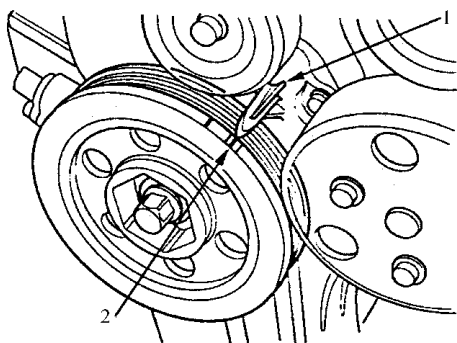

图 9-30 对正点火正时指针
- 5) 如图 9-30 所示，将正时灯对准传动链壳体上的指针。在无负载情况下检查点火正时：前大灯、散热风扇、后车窗除霜器和空调不工作。点火正时，M/T 空档怠速时为： $8^{\circ} \pm 2^{\circ}$ BTDC (红色标记)。CVT 驻车档或空档位置怠速时为： $8^{\circ} \pm 2^{\circ}$ BTDC (红色标记)。